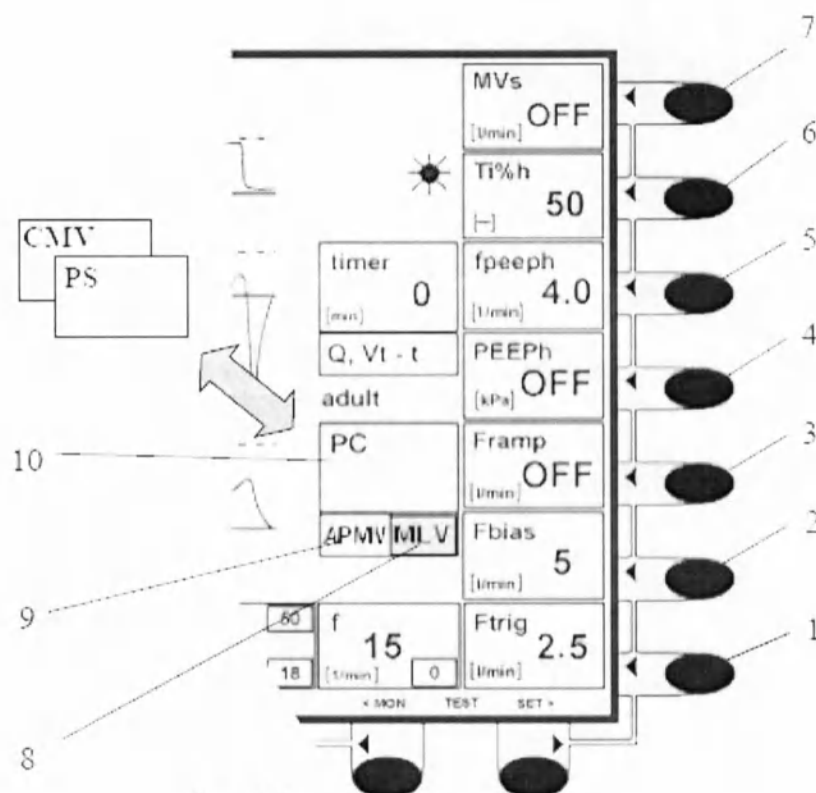

Рис.37
2. - рис. 37 – Нажатие **клавиши «PEEP_h»** позволяет устанавливать верхний уровень давления в диапазоне OFF, 0,5 до 2 кПа (5-20 см H₂O) по 0,5 кПа (5смH₂O), установочная настройка OFF.
Подтвердив параметр установленного значения верхнего уровня давления *PEEP_h*, нажатием на поворотной-нажимной манипулятор («ENTER»), автоматически запускается многоуровневая вентиляция легких – режим *MLV*. Идентификация активированного режима отображается в информационном окне (8 – рис.37) изменением цветового фона этого окна на зеленый цвет.